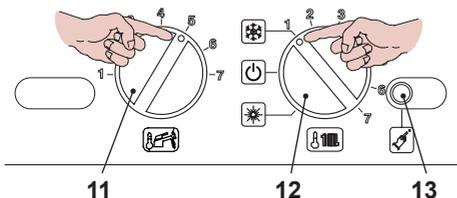

Fig. 7.9
- Posizionare la manopola di regolazione temperatura sanitari 11, e il selettore di funzione 12 come in Fig. 7.9.
- Per settare la pressione di accensione del bruciatore bisogna entrare in programmazione premendo per 15 secondi il pulsante di ripristino 13 in Fig. 7.9 fino alla comparsa del parametro **P01** sul display LCD; sul display LCD compare la seguente visualizzazione (la sequenza **P01** si alterna - - - -).
- Premere il pulsante di ripristino 13 in Fig. 7.9 per lo scorrimento dei vari parametri sino al raggiungimento del parametro **P14** valido per il settaggio della pressione d'accensione del bruciatore; sul display LCD compare la seguente visualizzazione (la sequenza **P14** si alterna al valore **135**).
- Per cambiare il settaggio ruotare la manopola regolazione temperatura sanitari 11 in Fig. 7.9 e posizionarla nella posizione pre-scelta.